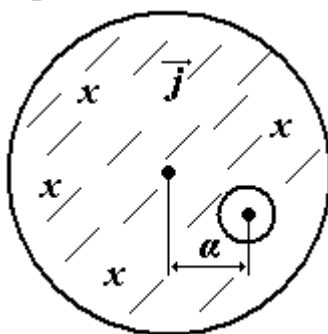

Рис.16
9. Определите индукцию магнитного поля внутри бесконечной цилиндрической полости, сделанной в бесконечном прямом цилиндрическом проводе, вдоль которого течет постоянный ток плотностью \vec{j} , равномерно распределённый по сечению провода. Расстояние между осями провода и полостью равно a (рис.16).